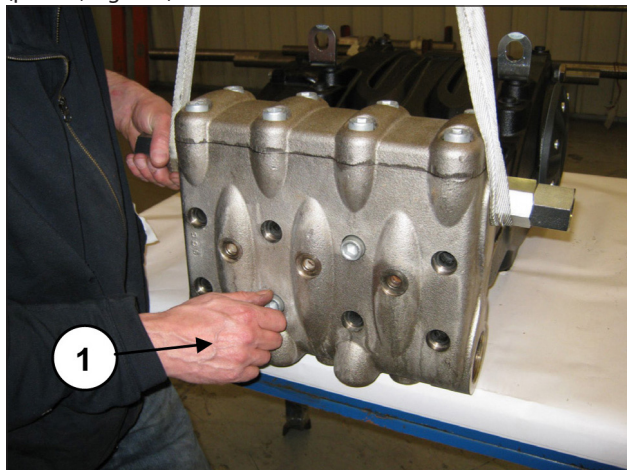
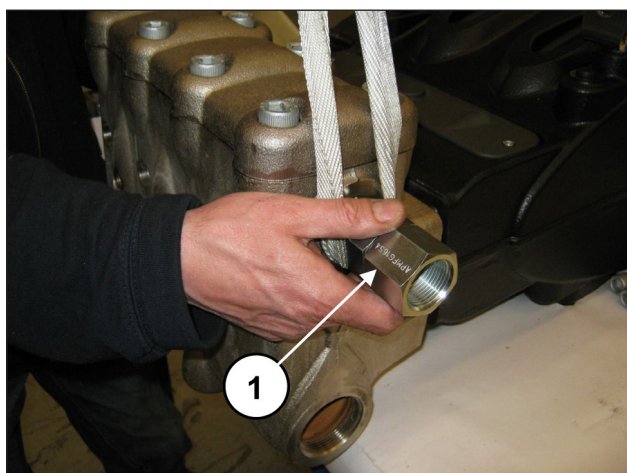

Fig. 111
Fig. 112
Ahora es posible desmontar la cabeza del cárter de la bomba aflojando los 8 tornillos M16x180 (pos. ①, Fig. 111). Durante el desmontaje de la cabeza, no golpear los pistones (pos. ①, Fig. 112).